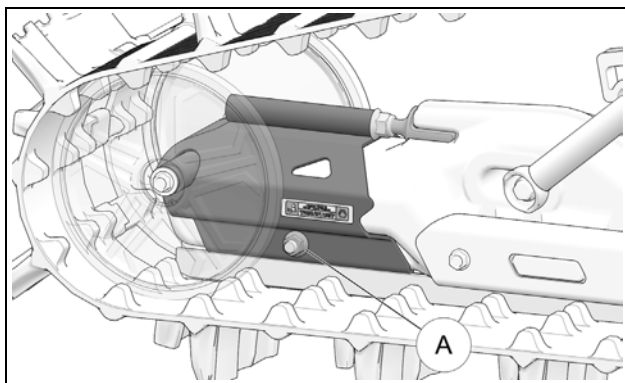

Figure 23
ATTENTION : Le boulon d'assemblage (A) du tendeur de chenille doit obligatoirement être desserré avant d'ajuster la tension de la chenille. Figure 23.